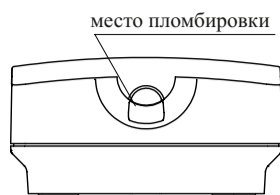

Рисунок 4
6.14 Конструкция УДП предусматривает возможность его пломбирования (Рисунок 4) любым пластичным, легко разрушаемым материалом. Место пломбирования указано на рисунке 4.